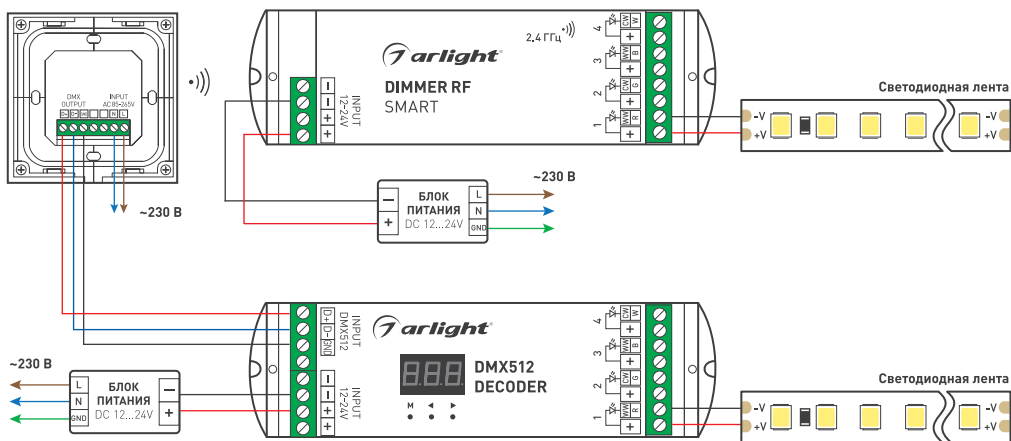

Рисунок 1. Варианты подключения панели Rotary SMART-P97-DIM White
- 3.2. Подключите контроллер согласно схеме (рисунок 1)..